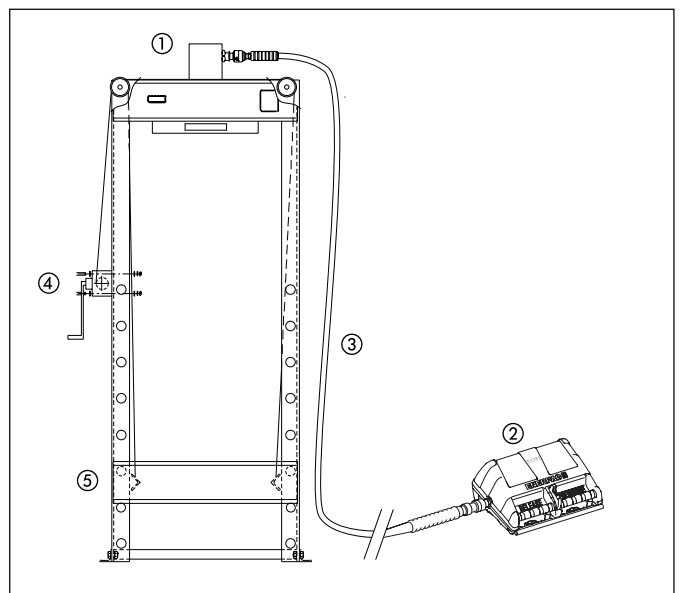

Abbildung 1, 25-t-XLP-Press
3.0 INSTALLATION (siehe Abbildung 1)